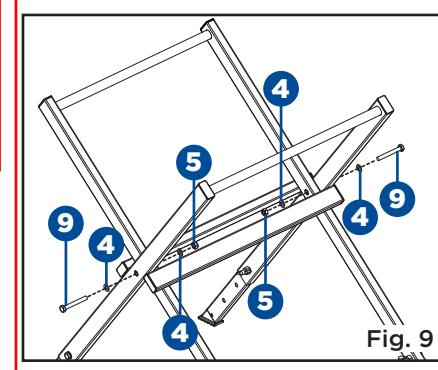

Fig. 9
- Insérez le boulon hexagonal M8 x 60 mm (9) dans la grosse rondelle plate 8 (4), le manchon, la grosse rondelle plate 8 (4) et l'écrou de blocage M8 (5), et serrez l'écrou de blocage M8. (Fig. 9)